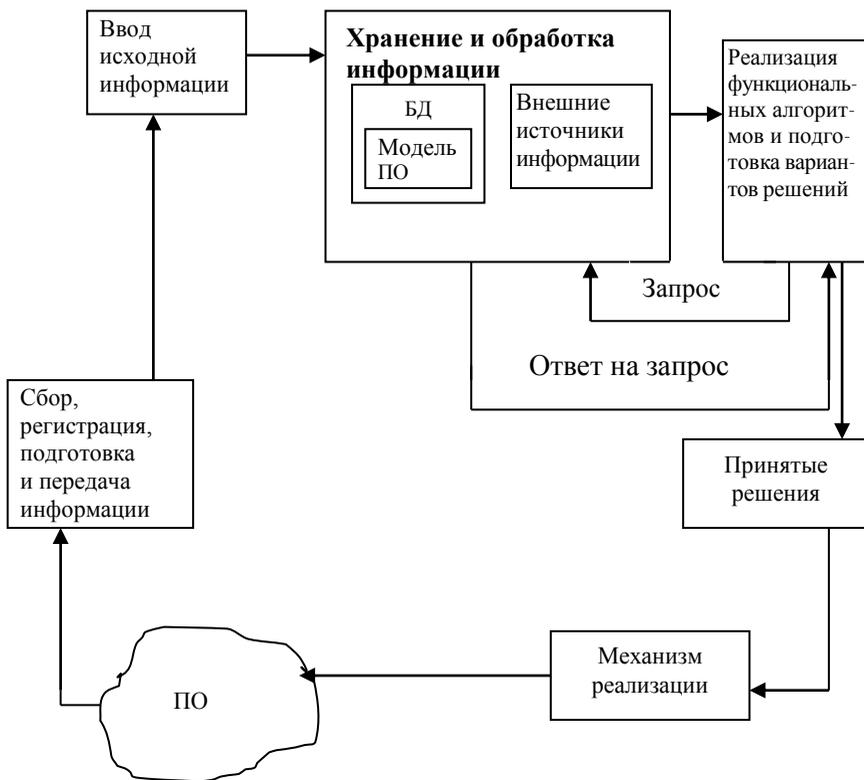

Рис. 1.1. Роль и место БД в составе автоматизированной системы управления
**База данных (БД)** – совокупность связанных данных, независимых от прикладных программ, организованных по определенным правилам, предусматривающим общие принципы описания, хранения и манипулирования. База данных является информационной моделью предметной области. Обращение к базам данных осуществляется с помощью системы управления базами данных (СУБД) (рис. 1.1).